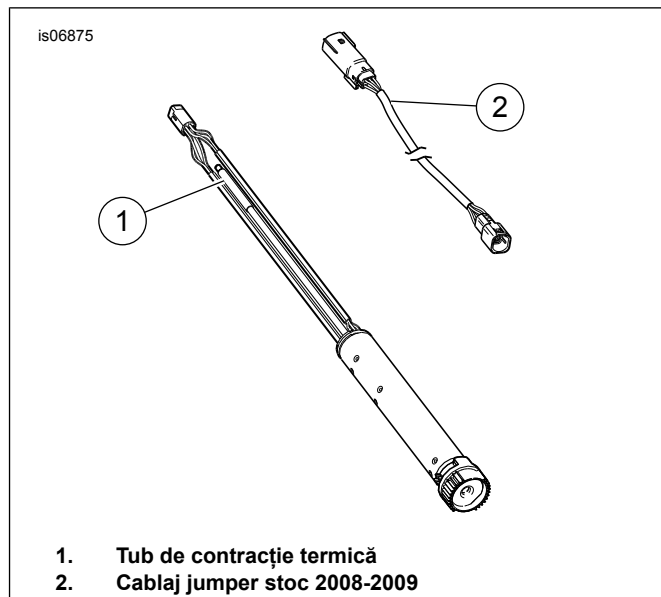

Figura 3. TGS și cablaj 2008 și 2009
3. A se vedea figura 3. Deconectați cablajul jumper TGS de la TGS și de la cablajul principal. Aruncați cablajul jumper stoc (2).